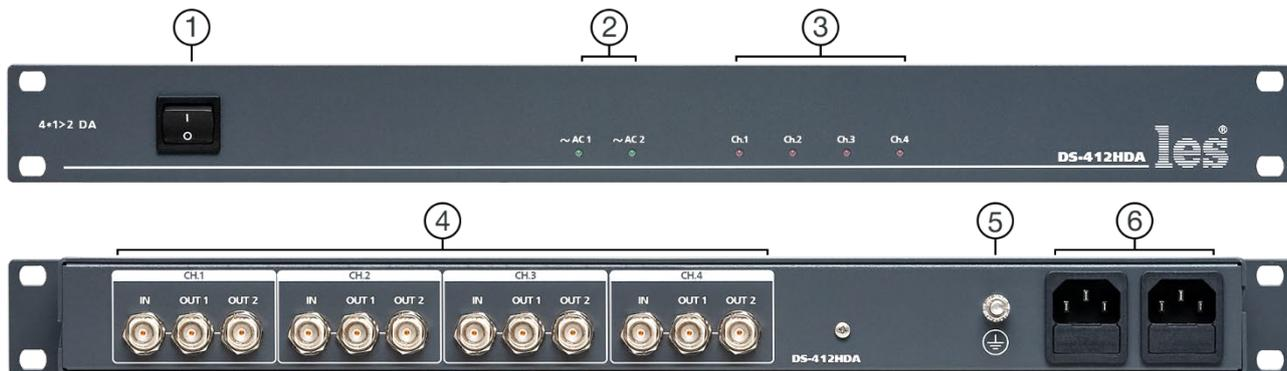

Рисунок 1
5. Подключите шнуры питания к разъёмам IEC C14 (рисунок 1, позиция 6). Обратите внимание на то, что третий провод сетевого шнура используется для заземления корпуса (защитное заземление), которое рекомендуется делать единым для всего комплекса аппаратуры.
Земли входных и выходных разъёмов соединены вместе, присоединены к контакту PE блоков питания, корпусу прибора и клемме заземления (рисунок 1, позиция 5).